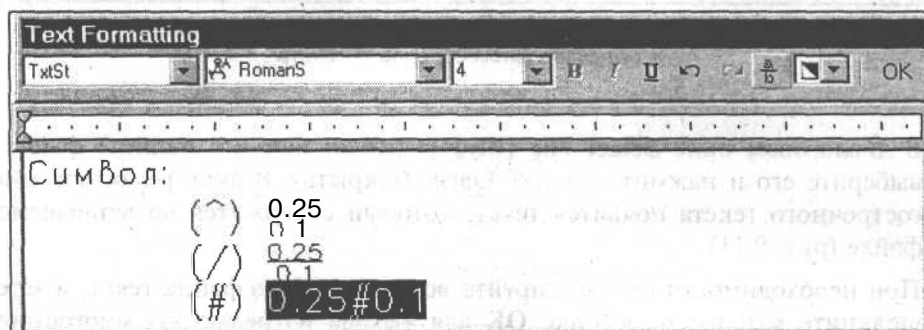

РИС. 9.9. Ввод двухэтажного текста
3. Для создания дробного текста в появившемся редакторе многострочного текста введите текст с разделителями между символами (рис. 9.9), которые необходимо преобразовать в двухэтажный текст. Текст, находящийся слева от разделителя, выводится над текстом, находящимся справа от него. Разделители имеют следующее назначение: